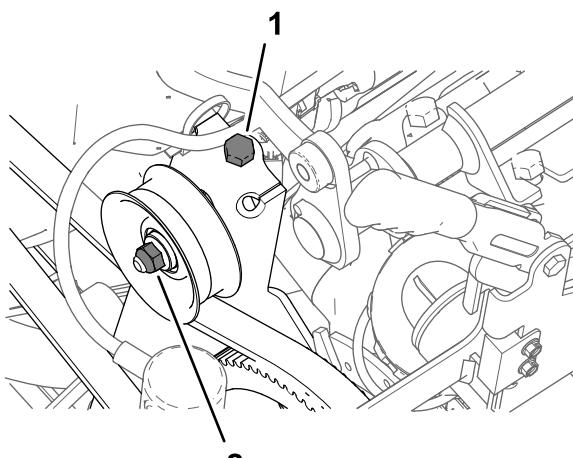

图180
1. 拧松急轮皮带轮轴上的螺母 图180。
2. 旋松皮带拉紧螺栓卸除打药机泵皮带的所有拉力 图180。